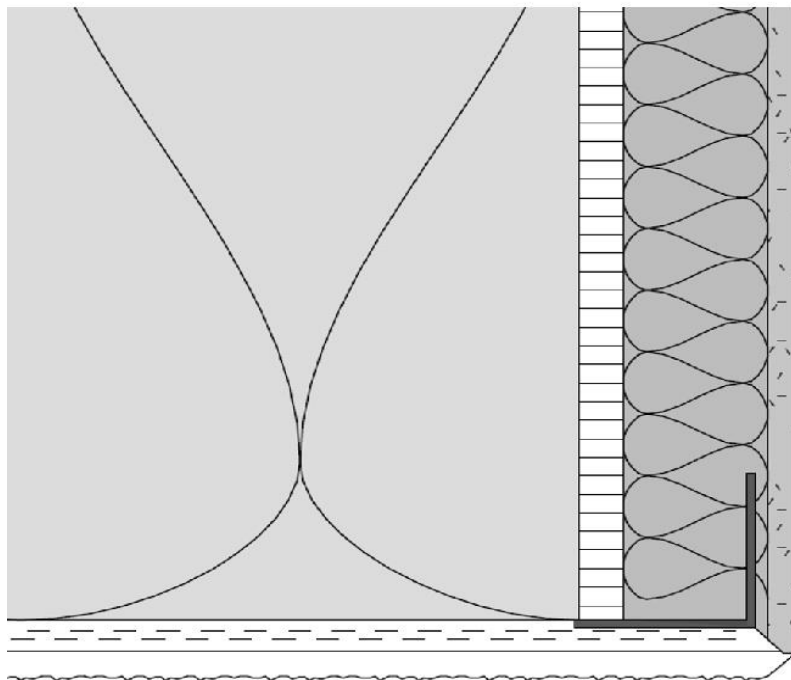

Abbildung 1: Das Laibungselement bündig an die Fassadendämmung anlegen
- Siehe Abbildung 1 im Technischen Merkblatt des StoProfile Pronto V (vertikaler Schenkel b).